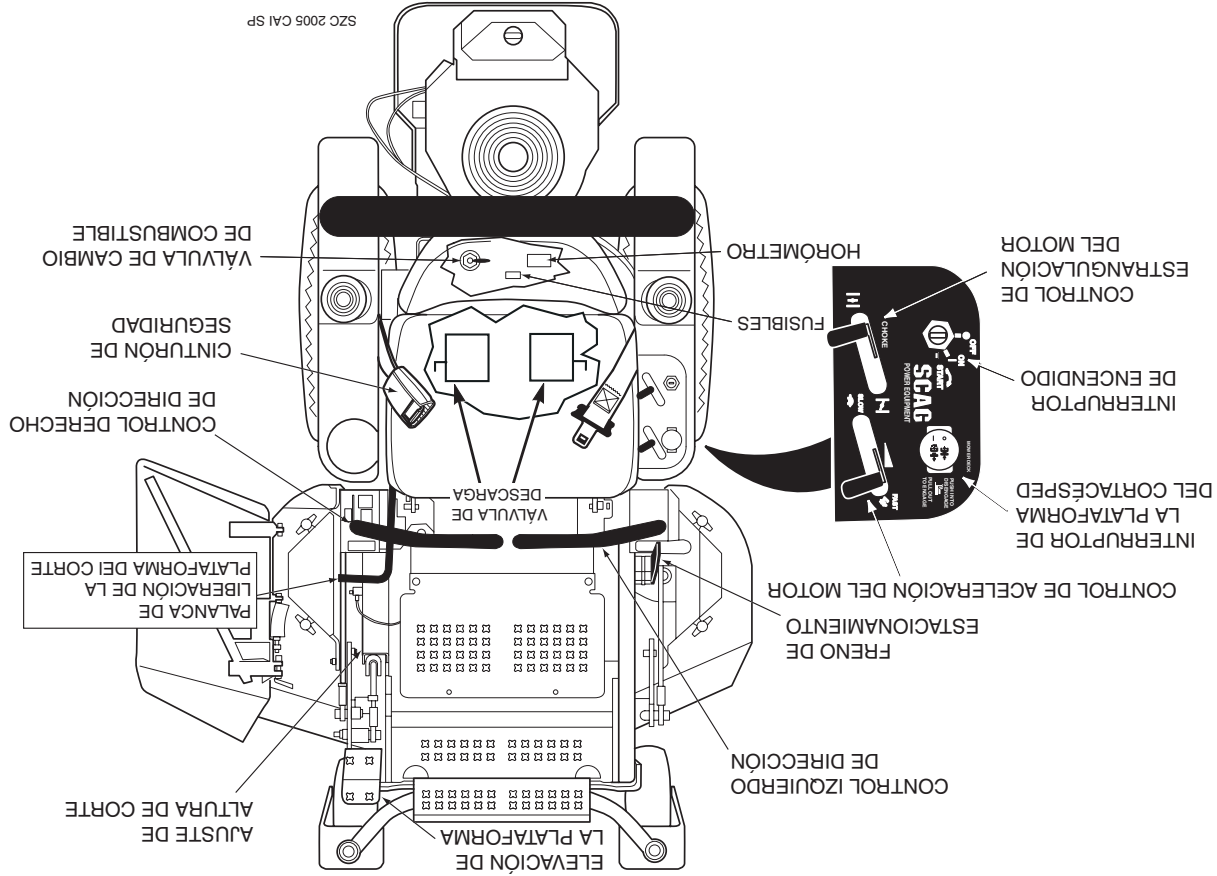

Figura 4-1 Controles e Instrumentos
5. **Horómetro (Figura 4-1).** Indica el número de horas que ha operado el motor. Opera cuando el interruptor de la llave de encendido está en la posición ON. Ha fijado los recordatorios para el mantenimiento del motor y los cambios de aceite del sistema hidráulico. El mantenimiento programado empezará a destellar 2 horas antes de la hora establecida y continuará destellando hasta 2 horas después. Reinicia automáticamente.
6. **Portafusibles (Figura 4-1).** Dos fusibles de 20 Amp protegen el sistema eléctrico del cortacésped. Para reemplazar los fusibles, retire el fusible del zócalo e instale uno nuevo.
7. **Control izquierdo de dirección (Figura 4-1).** Usado para controlar la rueda izquierda del cortacésped al avanzar hacia adelante o en reversa.
8. **Control derecho de dirección (Figura 4-1).** Usado para controlar la rueda derecha del cortacésped al avanzar hacia adelante o en reversa.
9. **Control del freno de estacionamiento (Figura 4-1).** Usado para accionar y desconectar los frenos de estacionamiento. Tire de la palanca para accionar los frenos de estacionamiento. Presione la palanca para desconectar los frenos de estacionamiento.
10. **Válvula de cambio de combustible (Figura 4-1).** Ubicada en el lado izquierdo de la máquina. Usada para cortar el suministro del combustible al motor y cambiar la alimentación de combustible entre tanques. Gire la válvula en contra del sentido de las agujas del reloj para suministrar combustible solamente del tanque del lado izquierdo. Gire la válvula en el sentido de las agujas del reloj para suministrar combustible solamente del lado derecho.
12. **Palanca de pie de elevación de plataforma (Figura 4-1).** Usada para levantar y bajar la plataforma de corte.
13. **Ajuste de la altura de corte (Figura 4-1).** Usado para poner la plataforma de corte en la altura de corte deseada.
14. **Palanca de liberación de la plataforma de corte (Figura 4-1).** Usada para trabar la plataforma de corte en la posición de transporte. Para corte normal, empuje el pedal hacia adelante y levante la palanca de desenganche de modo de soltar la plataforma de corte.
15. **Cinturón de seguridad (Figura 4-1).** Usado para asegurar al operador. El cinturón de seguridad debe usarse durante toda la operación.
1. **Interruptor de encendido (Figura 4-1).** Usado para arrancar el motor; tiene tres posiciones; OFF, ON, y START.
2. **Interruptor de la plataforma del cortacésped (Figura 4-1).** Usado para accionar y desconectar el sistema de transmisión del cortacésped. Tire del interruptor para accionar la transmisión de la plataforma. Presione el interruptor para desconectar la transmisión de plataforma.
3. **Control de estrangulación del motor (Figura 4-1).** Usado para arrancar un motor frío.
4. **Control de aceleración del motor (Figura 4-1).** Usado para controlar la velocidad de motor. Presionando la palanca hacia abajo aumenta la velocidad del motor. Tirando de la palanca hacia atrás disminuye la velocidad del motor. La posición completamente hacia atrás es la posición de **MARCHA EN VACÍO**. La posición de corte es la de mas adelante.